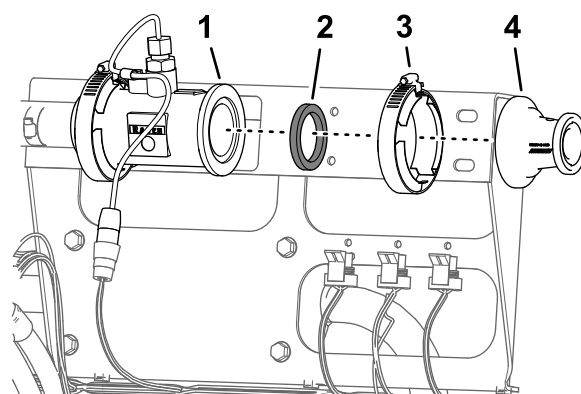

Рисунок 69
6. Снимите фланцевый хомут на 51 мм и прокладку на 38 мм, которые крепят фланец переходника к фланцу расходомера (Рисунок 69).